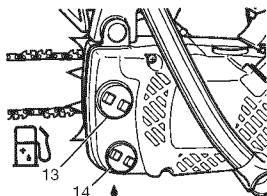

Fig. 8
#### ⚠ ATTENTION! (Fig. 8)
#### Huile de chaîne (Fig. 8)
Lorsqu'on remplit les réservoirs soit avec du carburant (13), soit avec de l'huile de chaîne (14), placer la machine sur le côté avec les bouchons orientés vers le haut (Fig. 8).